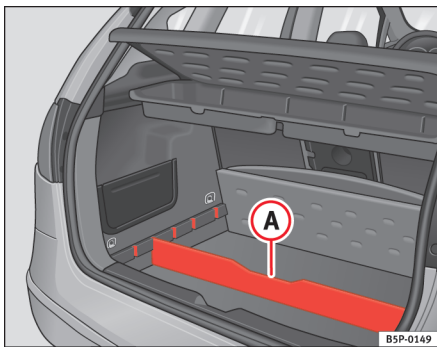

Fig. 107 Bagagerumsbundens skilleelement
- Placer skilleelementet **A** ⇒ fig. 107 i sliderne i siderne, så rummets størrelse passer til de genstande, der skal transporteres. Bilens værktøjssæt og reservehjulet er placeret under opbevaringsrummet.